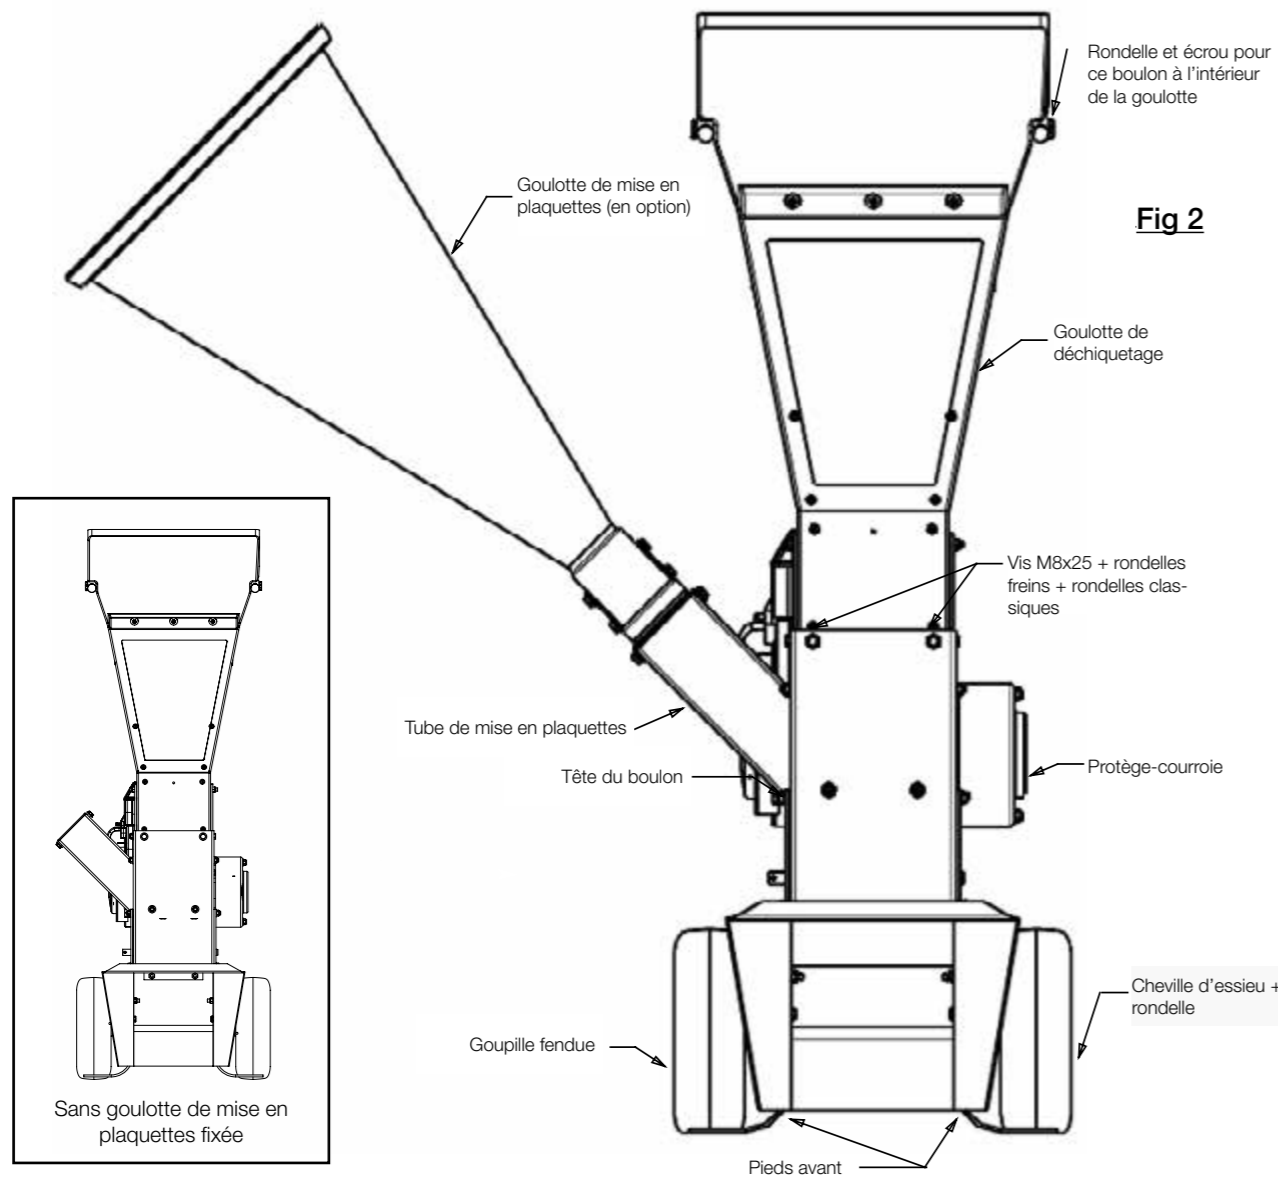

Fig 2
8. Attacher la goulotte de déchiquetage au châssis à l'aide de deux vis 8 mm x 20 mm et deux attaches de retenue de la goulotte, avec des rondelles classiques et des rondelles freins sur les vis à l'avant et deux écrous Nyloc à l'extérieur de la goulotte sur les côtés. Voir Fig. 2.
9. Attacher la goulotte de mise en plaquettes au tube de mise en plaquettes et resserrer le collier de serrage (Voir Fig. 2).